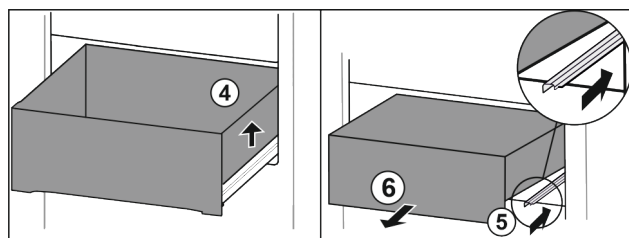

Fig. 97
- Sollevare il cassetto a destra. Fig. 97 (4)
- Inserire la guida destra. Fig. 97 (5)
- Rimuovere il cassetto tirandolo in avanti. Fig. 97 (6)